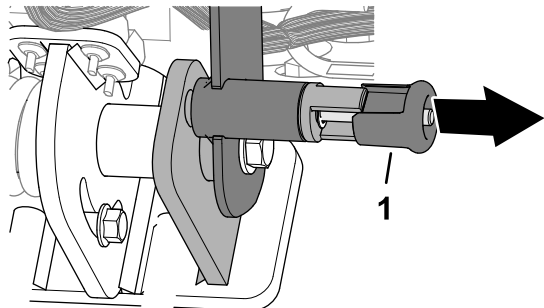

Рисунок 74
1. Потяните ручку фиксатора рукоятки управления (Рисунок 74).